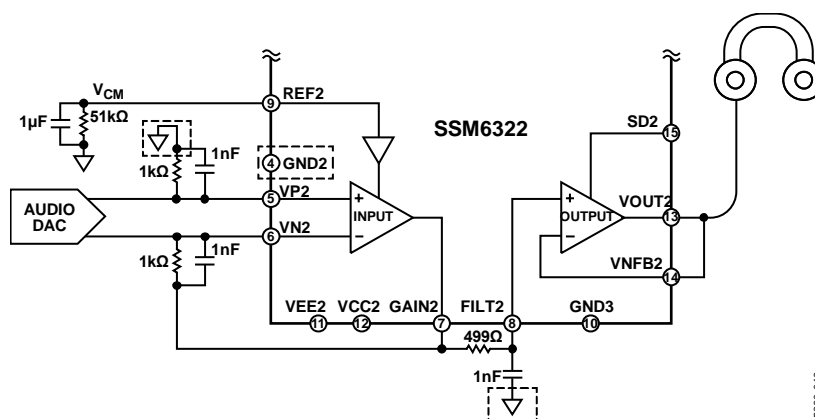

図 48. 入力段のセンシング・グラウンド
- 入力段のセンシング・グラウンドは外部からの干渉に敏感です。PCB のレイアウトでは、センシング・グラウンドは出力インターフェースのグラウンドを基準とすることを推奨します（ハイファイ・ヘッドフォン・ドライバ・アプリケーションでは、出力インターフェースはジャックです）。図 48 に示すように、破線で囲まれたグラウンドは入力段のセンシング・グラウンドなので、ジャックのグラウンドに直接配線する必要があります。図 48 は 1 つのチャンネルのみを示しています。他のチャンネルでは、センシング・グラウンドをジャック・グラウンドに別々に配線します。